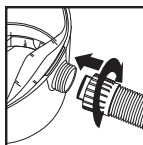

FIGURE 30
53. Réinsérez le tuyau dans l'admission et serrez l'écrou autobloquant. FIGURE 30.